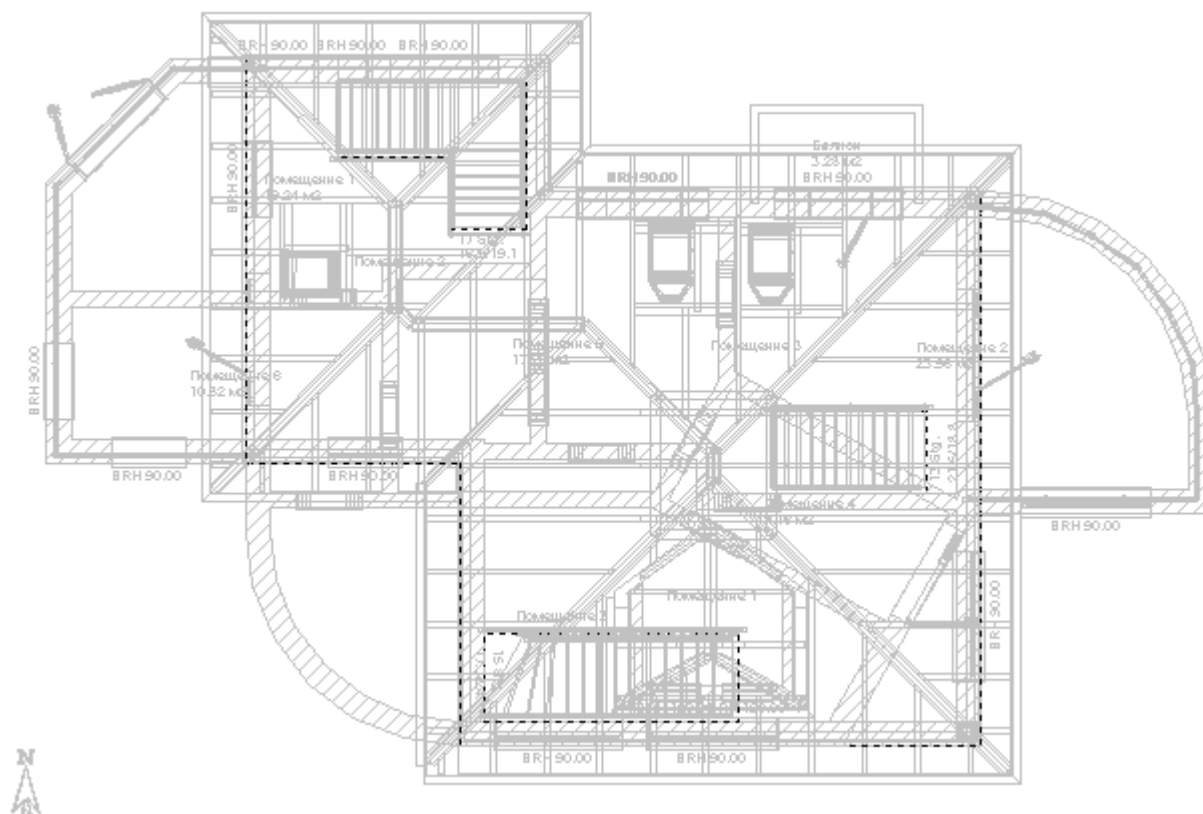

Рис. 1.103. Вид общего плана в режиме дизайна
- точка наблюдения устанавливается точно над моделью здания, взгляд направлен вниз. Модель отображается тонкими серыми линиями, в результате чего получается картинка, напоминающая изображение плана на чертеже (рис. 1.103).